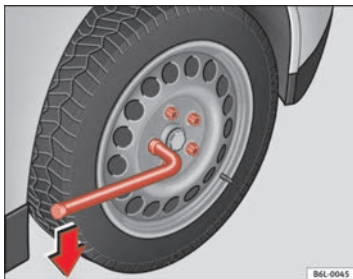

Abb. 124 Radwechsel: Radschrauben lockern
- Greifen Sie das Ende des Radschlüssels und drehen Sie die Schraube etwa eine Umdrehung nach **links** ⇒ Abb. 124.